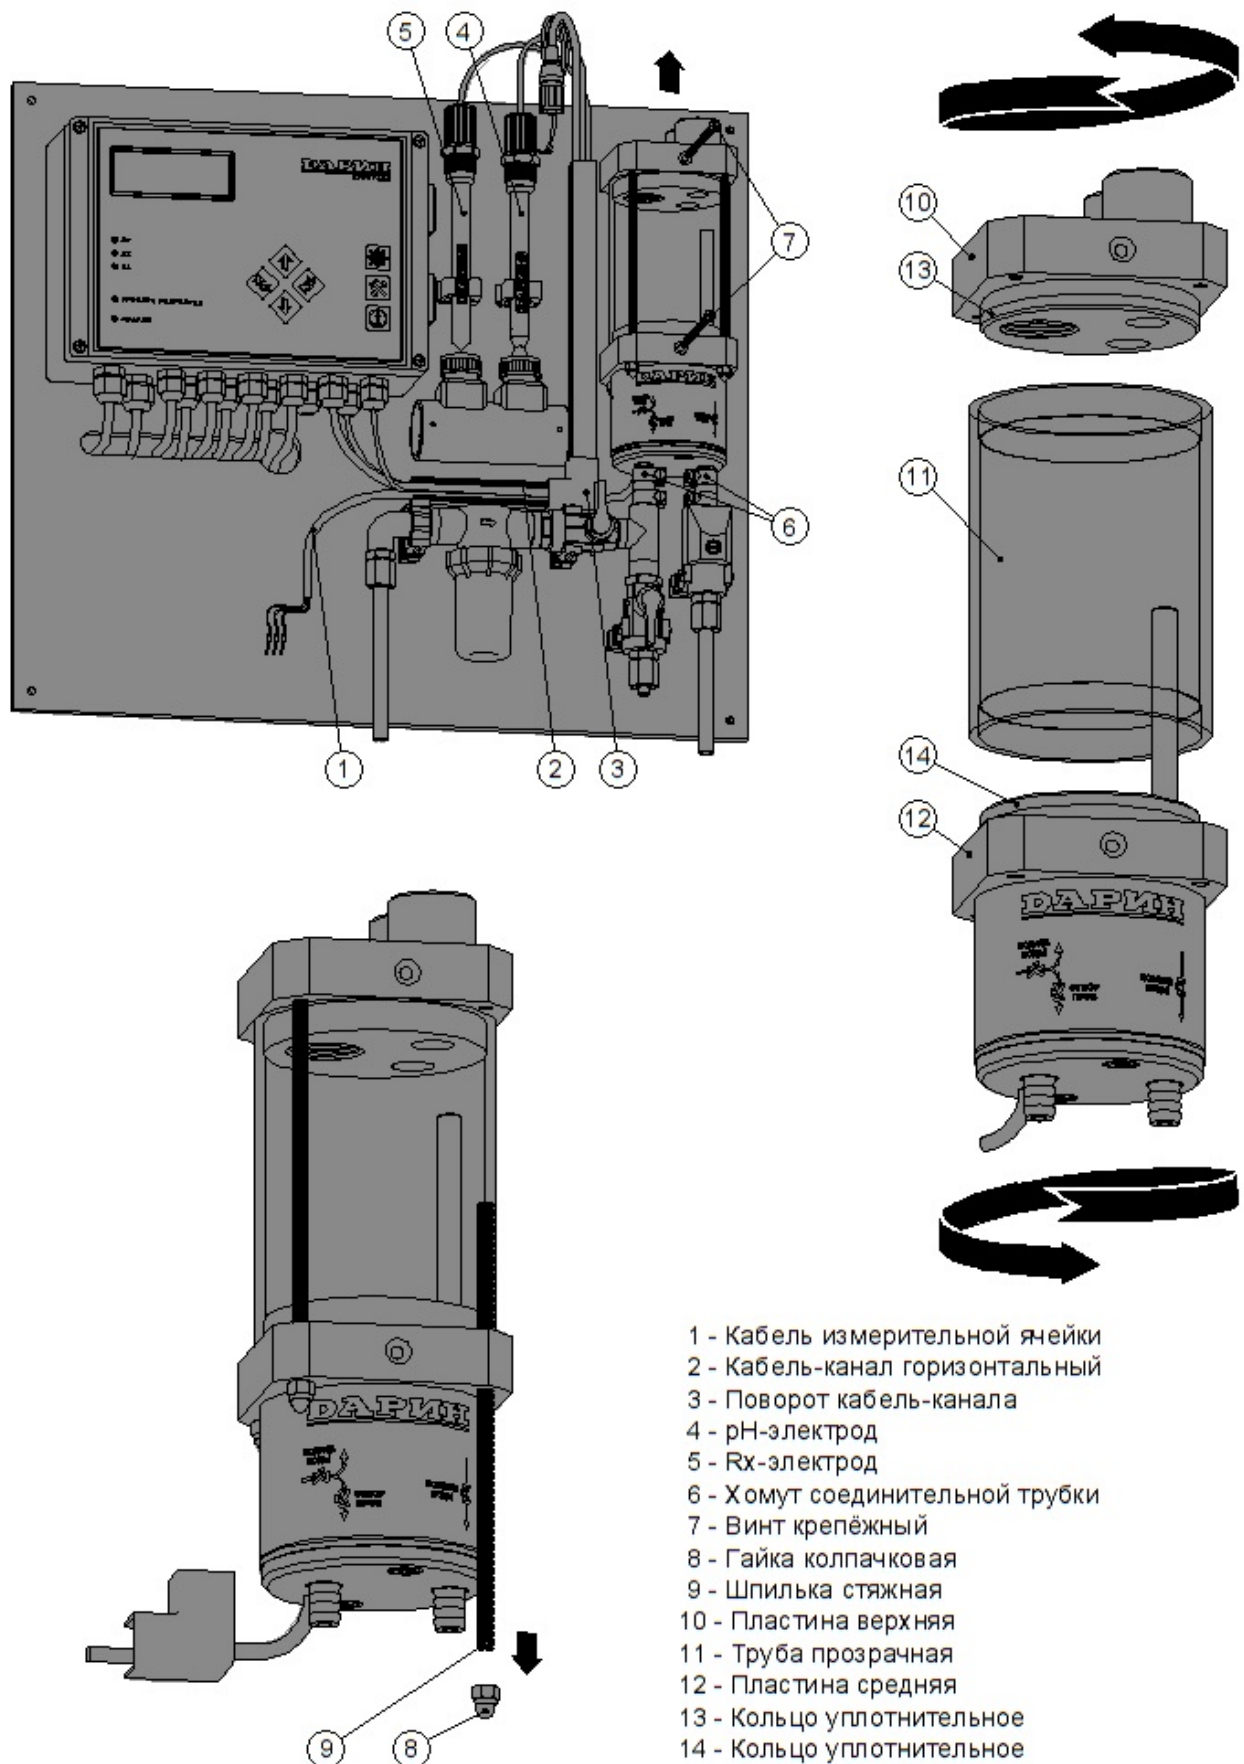

Рис.6.2-2 Очистка стенок проточной камеры измерительной ячейки CL, pH, Rx
- открыть крышку контроллера Кристалл, отсоединить провода от клемм «Измерительная ячейка» (см. рис.4.3-3), ослабить гайку гермоввода и вытащить кабель измерительной ячейки наружу (см. рис.6.2-2, поз.1);
- снять крышку с горизонтального кабель-канала (см. рис. 6.2-2, поз.2) и отсоединить от кабель-каналов поворот (см. рис.6.2-2, поз.3) вместе с кабелем измерительной ячейки (см. рис.6.2-2, поз.1);
- выкрутить из ячейки рН-электрод и Rх-электрод; эти электроды поместить в держатели электродов (см. рис.6.2-2, поз. 4 и 5);
- ослабить хомуты соединительных трубок на входном и выходном патрубках измерительной ячейки (см. рис.6.2-2, поз. 6);
- выкрутить крепёжные винты измерительной ячейки (см. рис.6.2-2, поз. 7) – сначала нижний винт, а затем, придерживая ячейку рукой, верхний винт;
- скрутить колпачковые гайки (4 шт.) со стяжных шпилек измерительной ячейки, а затем выкрутить из ячейки и сами шпильки (см. рис.6.2-2, поз. 8 и 9);
- отделить от измерительной ячейки верхнюю пластину, поворачивая и одновременно вытягивая эту пластину из прозрачной трубы (см. рис.6.2-2, поз. 10 и 11);
- отделить от измерительной ячейки прозрачную трубу, поворачивая и одновременно вытягивая из этой трубы среднюю пластину (см. рис.6.2-2, поз. 11 и 12);
- перед сборкой ячейки нанести силиконовую смазку на уплотнительные кольца верхней и средней пластины (см. рис.6.2-2, поз. 13 и 14); рекомендуется использовать смазку для шлангов перистальтических насосов (см. рис.4.2-3, поз. 2);